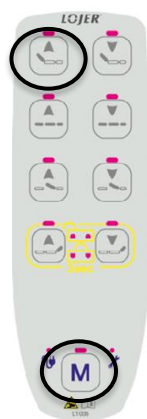

Abbildung 2.1.2 Speichern einer Position
Um die Position zu speichern, bewegen Sie das Gerät in die gewünschte Position und drücken Sie die Speichertaste (8) und die Zurück-Taste (1) gleichzeitig für 5 Sekunden (Abbildung 2.1.2). Alle Leuchten blinken und schließlich ertönen zwei Pieptöne. Die Speicherfunktion ist nur beim Modell 4050X F vorhanden.